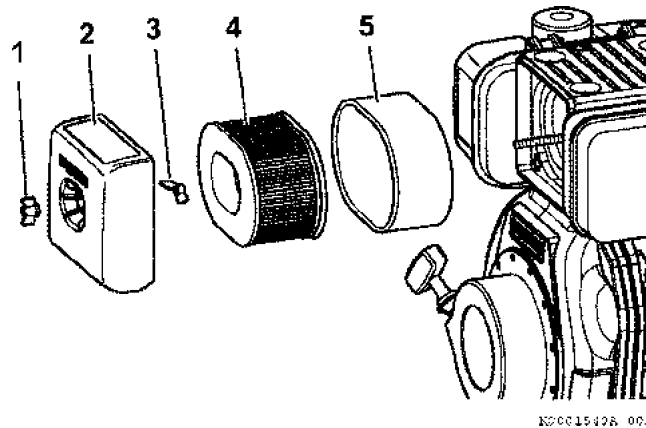

Рисунок 28
1. Открутите и удалите гайку – барашек (Рисунок 28, (1)).
2. Снимите крышку воздушного фильтра (Рисунок 28, (2)).
3. Открутите и удалите гайку – барашек (Рисунок 28, (3)).
4. Удалите внутренний фильтрующий элемент воздушного фильтра (Рисунок 28, (4)) и внешний фильтрующий элемент (Рисунок 28, (5)).
8. Вычистите внутреннюю поверхность воздушного фильтра (Рисунок 28, (2)).
9. Повторно установите фильтрующий элемент (Рисунок 28, (4)) в корпус воздушного фильтра.
10. Наденьте внешний фильтрующий элемент (Рисунок 28, (5)) на внутренний фильтрующий элемент (Рисунок 28, (4)).
11. Установите гайку – барашек на место (Рисунок 28, (3)) и закрутите её рукой. Слишком сильная затяжка гайки – барашка может повредить может повредить сборку воздушного фильтра.
12. Поставьте на место крышку воздушного фильтра (Рисунок 28, (2)).
13. Установите гайку – барашек на место (Рисунок 28, (1)) и закрутите её рукой. Слишком сильная затяжка гайки – барашка может повредить может повредить сборку воздушного фильтра.